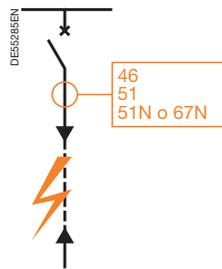

Fig. 89. Protección de enlace por relé de máxima intensidad.
- Se puede utilizar la protección de máxima intensidad de fase (ANSI 51) para despejar el defecto, ya que la temporización se define para la selectividad. Un fallo bifásico distante crea un bajo nivel de máxima intensidad y un desequilibrio; se utiliza una función de protección inversa/de desequilibrio (ANSI 46) para completar la función de protección básica (fig. 89).
Se puede utilizar una protección de máxima intensidad temporizada (ANSI 51N) para corregir los fallos con un alto nivel de precisión (fig. 89). Para salidas con cables largos, con corriente capacitiva alta, la función de protección de fallo a tierra direccional (ANSI 67N) permite definir un umbral de corriente más bajo que la corriente capacitiva en el cable siempre que la puesta a tierra del sistema se realice a través de un neutro resistivo.